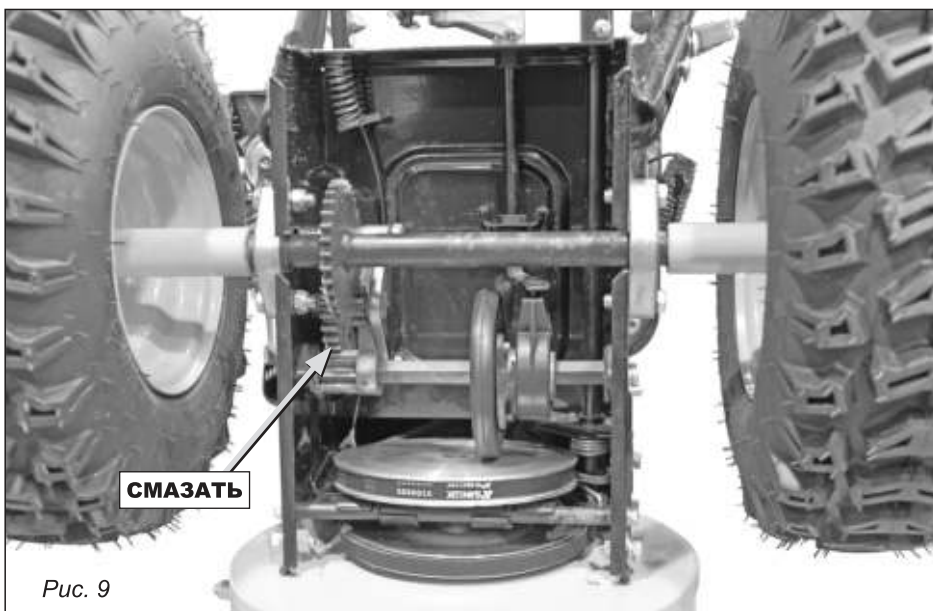

Рис. 9
2. Нанесите небольшой слой всепогодной универсальной смазки для смазывания шестерни (рис. 9).